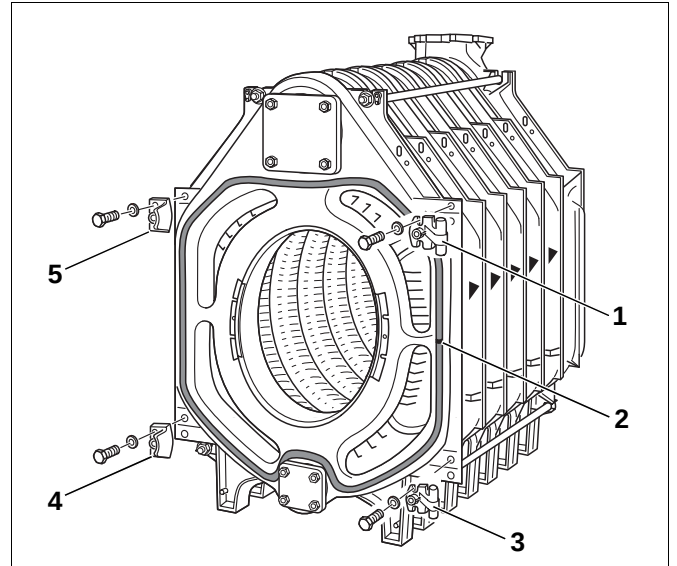

Abb. 33 Scharnierhaken und Verschlussleisten montieren
- Einige Tropfen Silastikkleber im Abstand von 15–20 cm in die Dichtnuten (Abb. 33, **Pos. 2**) am Vorderglied einbringen (Abb. 33).
- GP-Dichtschnur in die Dichtnut am Vorderglied einlegen. Dabei sollte der Dichtschnurstoß seitlich positioniert werden (Abb. 33, **Pos. 2**).
- Die Scharnierhaken (Rechtsanschlag) mit je 2 Maschinenschrauben M12 × 55 am Vorderglied anschrauben (Abb. 33, **Pos. 1** und **3**). Für Linksanschlag entsprechend auf der linken Seite anschrauben.
- Verschlussleisten mit Auflaufschrägen für die Brennertür (Rechtsanschlag) mit je 2 Maschinenschrauben M12 × 55 am Vorderglied anschrauben (Abb. 33, **Pos. 4** und **5**). Für Linksanschlag entsprechend auf der rechten Seite anschrauben.